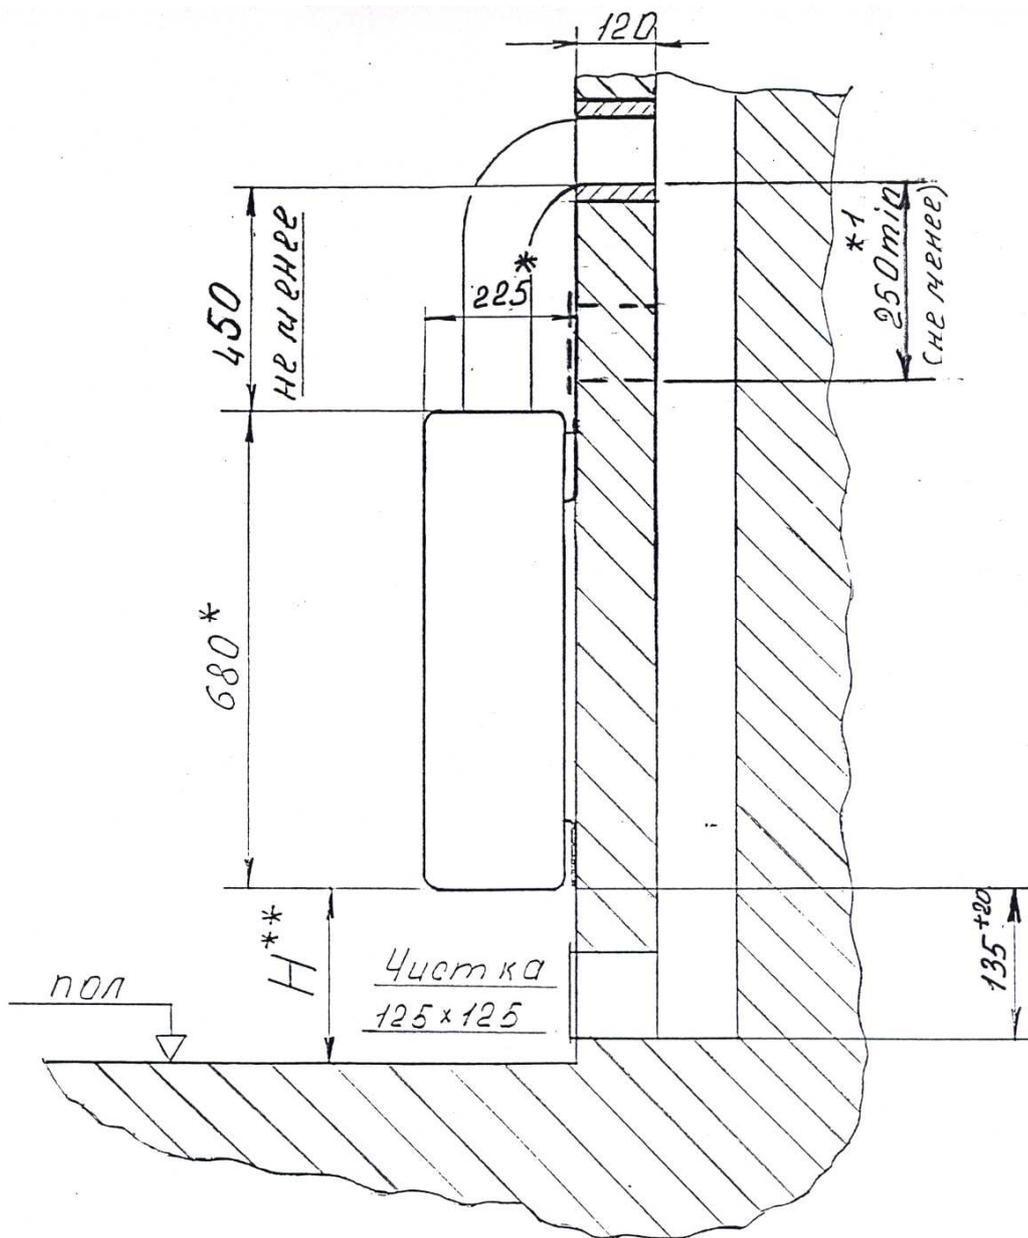

Рис. 9 Схема подсоединения к дымоходу.
5.9 Подсоединение котла к дымоходу показано на рис.9.